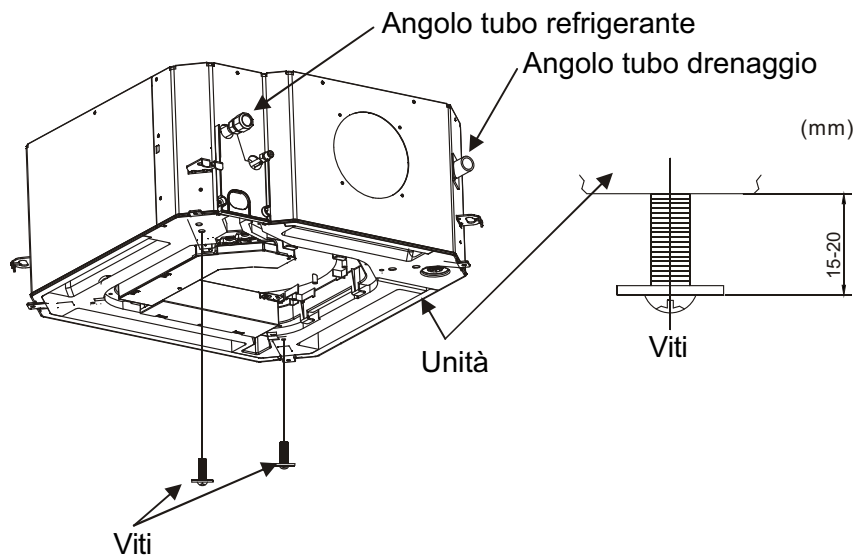

Fig.24
1. Applicare due viti (accessori) sull'unità principale (sull'angolo del lato del tubo di refrigerante e su quello opposto). Vedere i dettagli illustrati in Fig. 24. Aver cura di lasciare le viti allentate per 15-20 mm per appendere più facilmente il pannello.